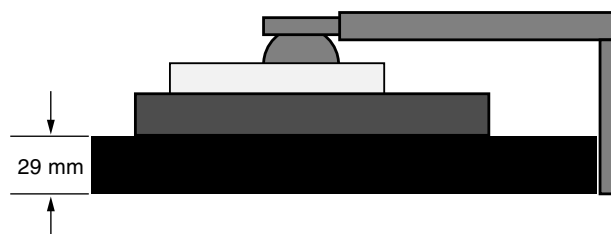

Figure S.1
3. Placez le moniteur face vers le bas sur une surface non abrasive. Placez l'écran sur une plate-forme de 29 mm de manière à ce que le support soit parallèle à la surface (**Figure S.1**).